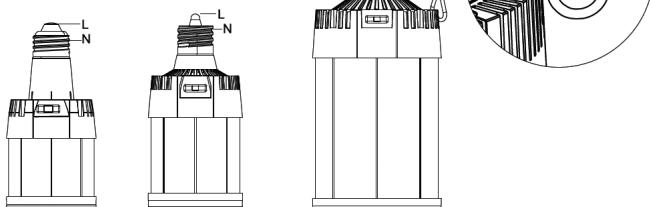

Figure 2
ÉTAPE 5: Dans le cas de la ou des lampes en épi de maïs à DEL de 200-450W, si elles sont installées horizontalement, utilisez un sup-port et fixez-le à l'extrémité de la lampe pour fournir un soutien sup-plémentaire et empêcher la lampe de basculer (voir Figure 2).